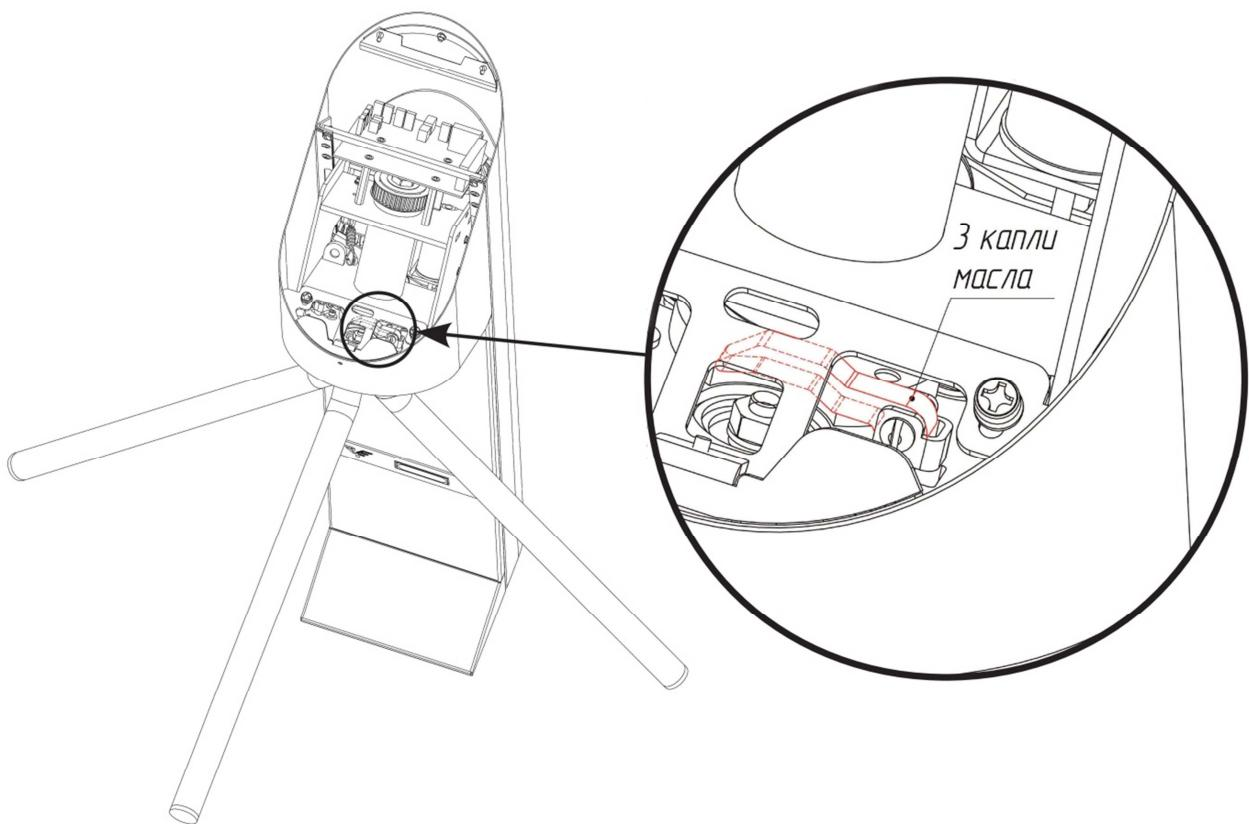

Рис. 15
- 5.4. Ось вращения кулачка разблокировки планок (рис. 15).